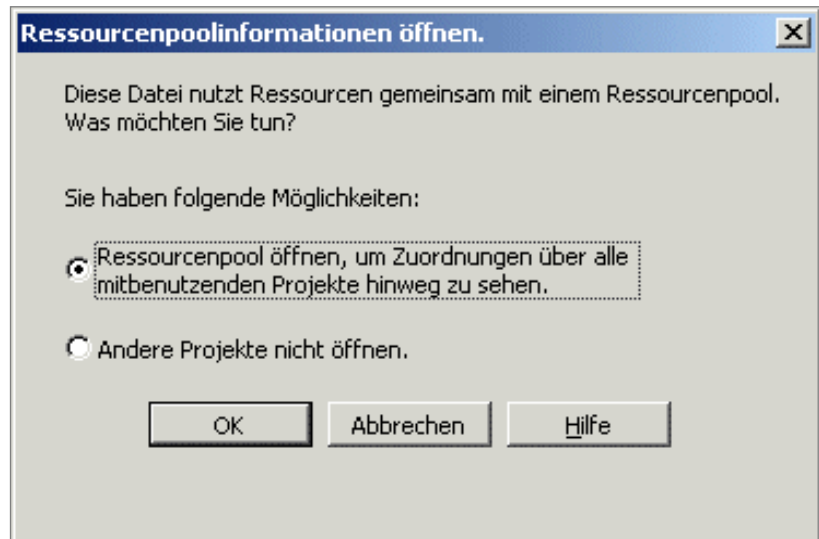

Bild 11: Einen Pool beim Öffnen eines Projektes mit öffnen.
1. Beim Öffnen eines Projekts mit angeschlossenem Pool erscheint eine Anfrage, ob der Ressourcenpool mit geöffnet werden soll (Bild 11).